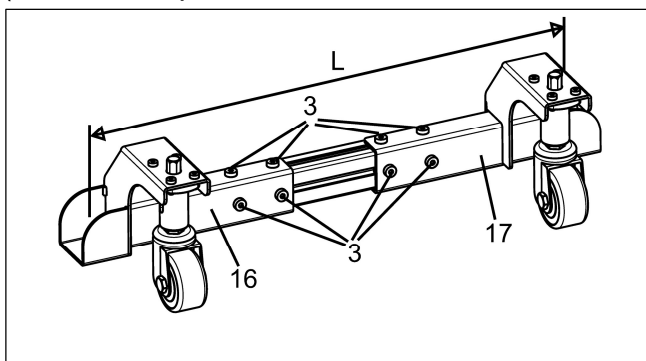

Abb. 20
a. Lösen Sie alle Klemmschraubverbindungen "3", schieben Sie den linken Beinstützenbügel "16" und den rechten Beinstützenbügel "17" in gleichem Abstand nach beiden Seiten. Wenn der Abstand "L" in **Abb. 20** mit dem Abstand der Tischbeine des Anbautisches zueinander übereinstimmt, können Sie alle Klemmschraubverbindungen "3" festziehen. (siehe **Abb. 20**)